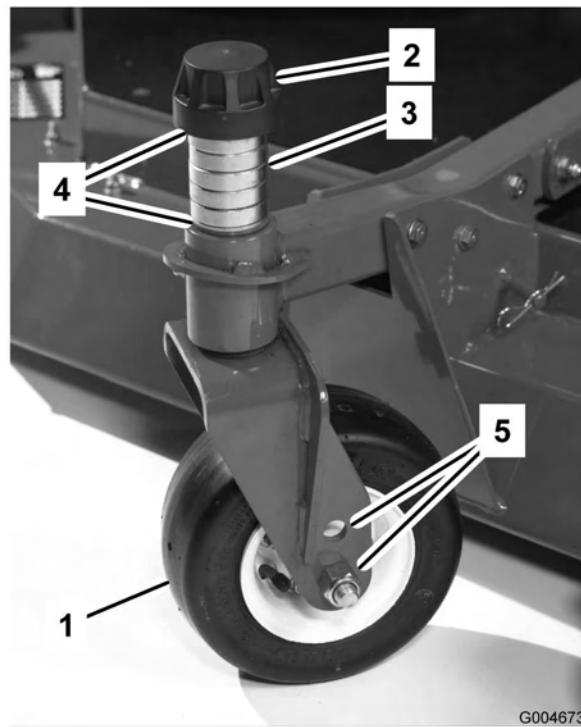

Figure 79
1. Enlevez le chapeau de tension de l'axe de pivot et sortez l'axe du bras pivotant (Figure 79). Repositionnez les cales pour éléver ou abaisser la roue pivotante, selon les besoins, et obtenir la bonne inclinaison.